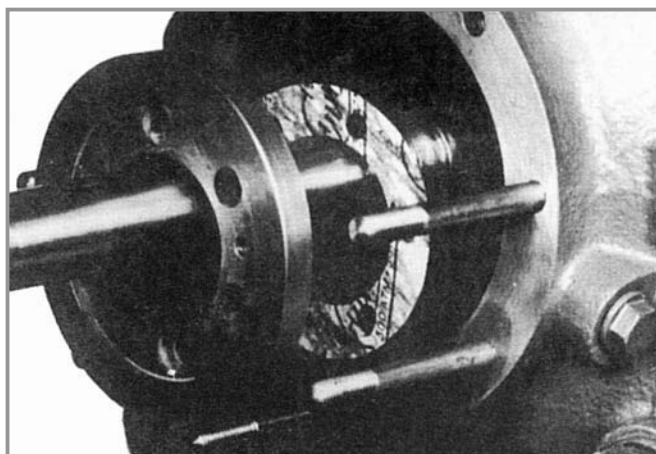

Fig. 47 - Montagem da junta (400.2) e contra-disco (602)
07. Soltar então a luva protetora e extrair o disco (601).
08. Montar a junta plana (400.2) e contra-disco (602) (vide Fig. 47).